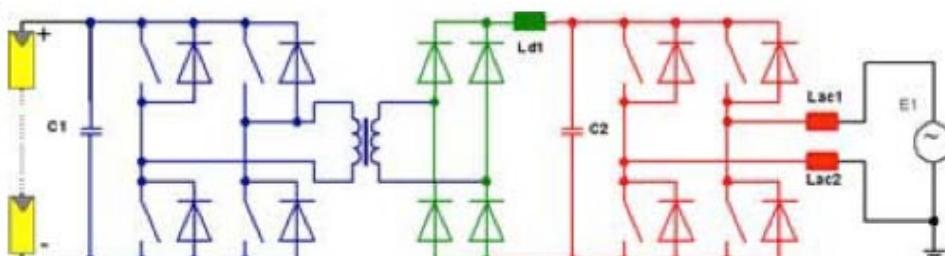
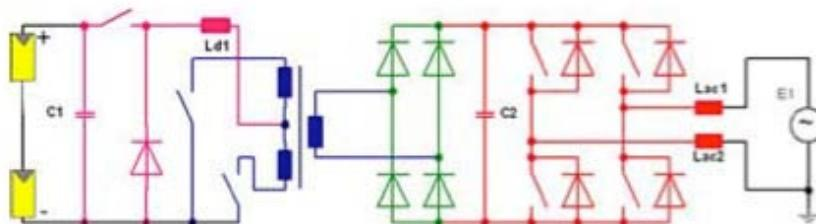

Figure 6 : Circuit à 3 étages avec transformateur* haute fréquence (Source ISET [2])
Figure 7 : Circuit à 4 étages avec montage push pull* (Source : ISET [2])
- Le montage de la figure 6 comprend 3 étages différents. Il est composé d'un transformateur* haute fréquence (en bleu) qui adapte la tension d'entrée tout en réduisant le poids de l'onduleur. À sa sortie, le signal est alternatif. Un redresseur (en vert) permet alors de le convertir en continu. Le pont de sortie (rouge) permet par modulation d'amplitude de transformer ce signal continu en un signal alternatif sinusoïdal adapté à la fréquence du réseau.
- Le montage de la figure 7 est constitué de 4 étages. Ce circuit nécessite le contrôle de 7 interrupteurs contre 8 pour celui de la figure 6.